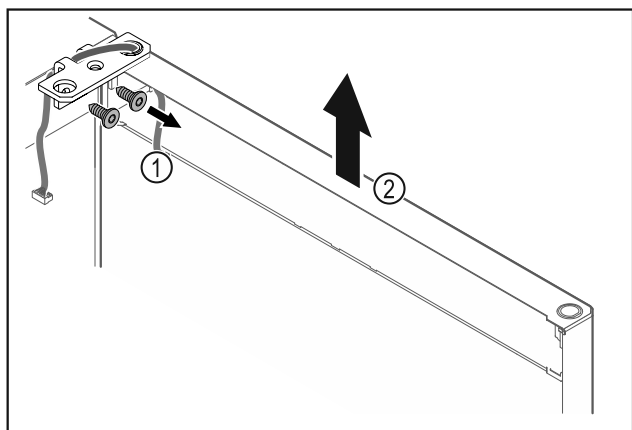

Fig. 25
- Irrota saranakulma Fig. 25 (1).
- Nosta ovea saranakulmineen Fig. 25 (2) noin 200 mm suoraan ylöspäin ja ota pois.